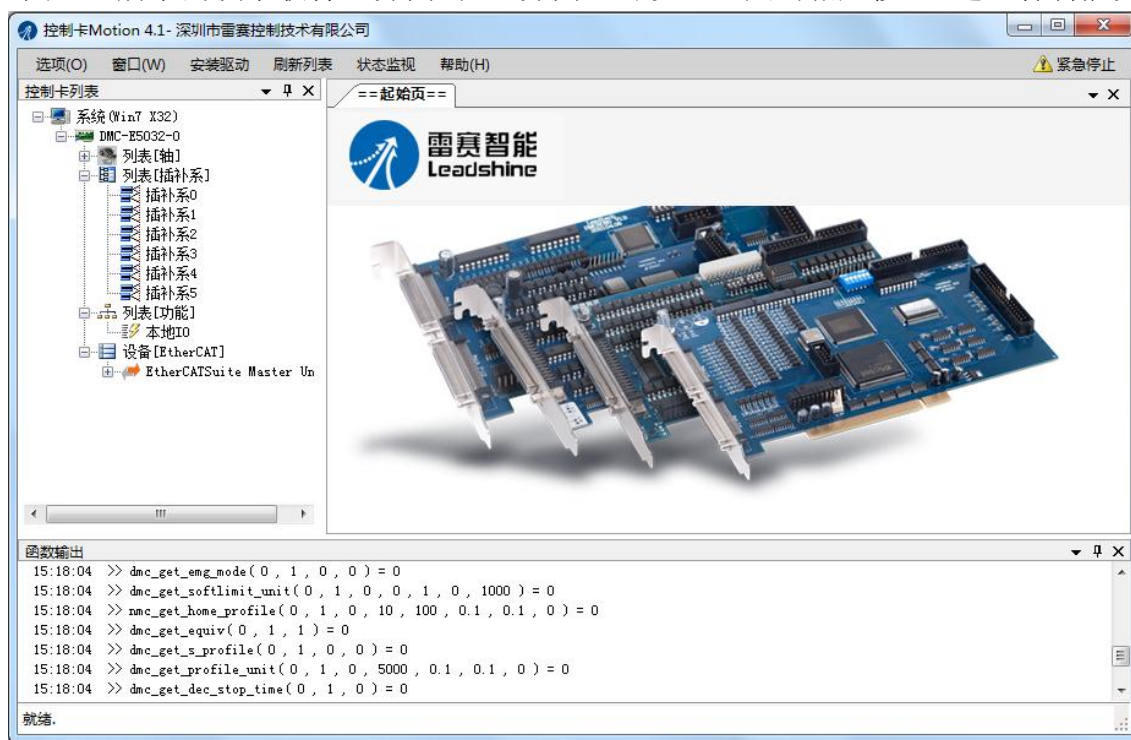

图 5.1 演示软件主界面
- 4) 在复制到硬盘中的控制卡总线 Motion 目录中找到 Leadshine.DMC.IDE.exe，双击运行，即显示如图 5.1 所示的演示软件主界面。在此界面上可以通过点击相应按钮，进入各功能界面。